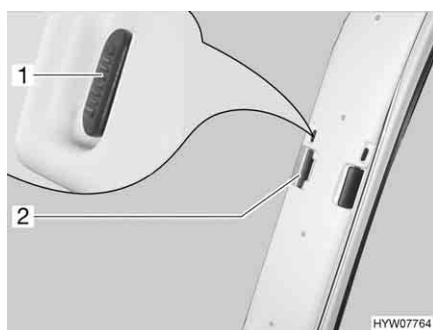

Bild 76 Faltverdunklung für die Front- scheibe
Schließen: ■ Den Verriegelungsknopf (Bild 76,1) nach oben schieben.
■ Die Faltverdunklung für die Frontscheibe am Griff (Bild 76,2) zur Fenster- mitte hin ziehen.
- Die beiden Hälften der Faltverdunklung für die Frontscheibe am Griff (Bild 76,2) bis zum Anschlag nach außen schieben.
- Den Verriegelungsknopf (Bild 76,1) nach unten schieben.